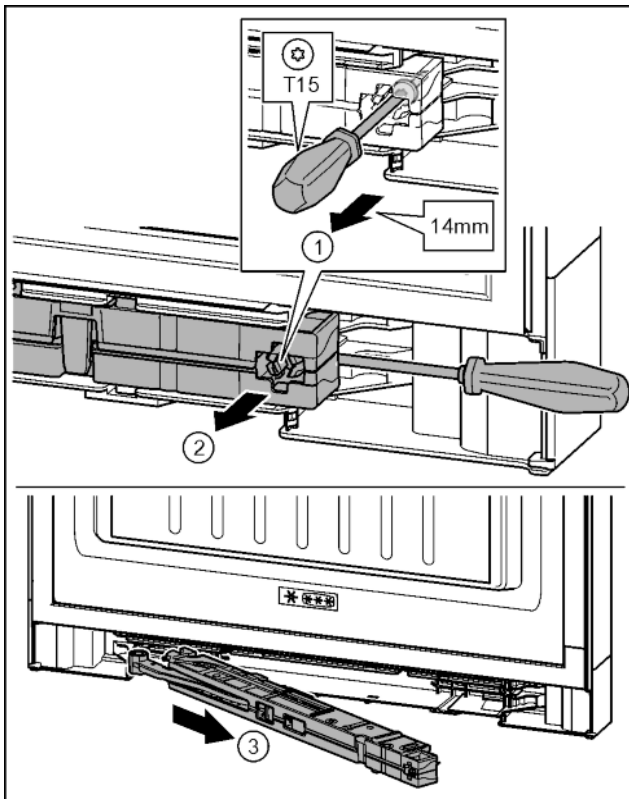

Fig. 18
- ▶ Schraube an Schließdämpfereinheit mit Schraubendreher T15 ca. 14 mm lösen. Fig. 18 (1)
- ▶ Mit Schraubendreher griffseitig hinter Schließdämpfereinheit fahren. Einheit nach vorn drehen. Fig. 18 (2)
- ▶ Einheit herausziehen. Fig. 18 (3)